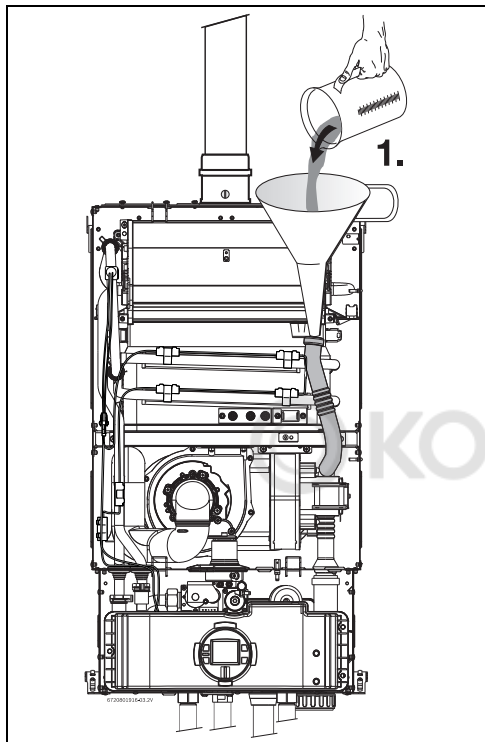

Рис. 62 Заполнение устройства для сбора конденсата после установки.
- ▶ Заполните устройство для сбора конденсата, залив примерно 14 унций (400 мл) воды через верхнюю часть сливной трубки. Во избежание повреждения прибора используйте при этом воронку, см. Рис. 62 .